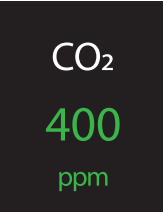

Рисунок 7
- 2. На дисплее прибора отображается текущая концентрация углекислого газа CO2 в воздухе помещения (рис. 7). Числовое значение и единица измерения в ppm имеют при этом опреде-